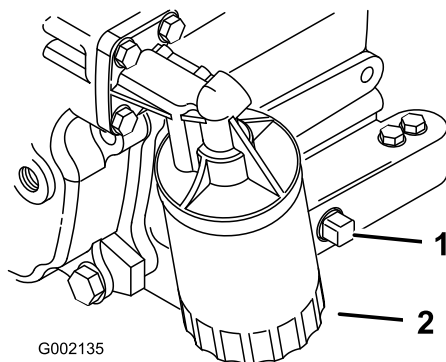

Figura 35
5. Togliete il tappo di spurgo (Figura 35) e lasciate defluire l'olio in una bacinella. Quando l'olio cessa di defluire, rimontate il tappo.
2. Togliete il vecchio filtro dell'olio (Figura 35).